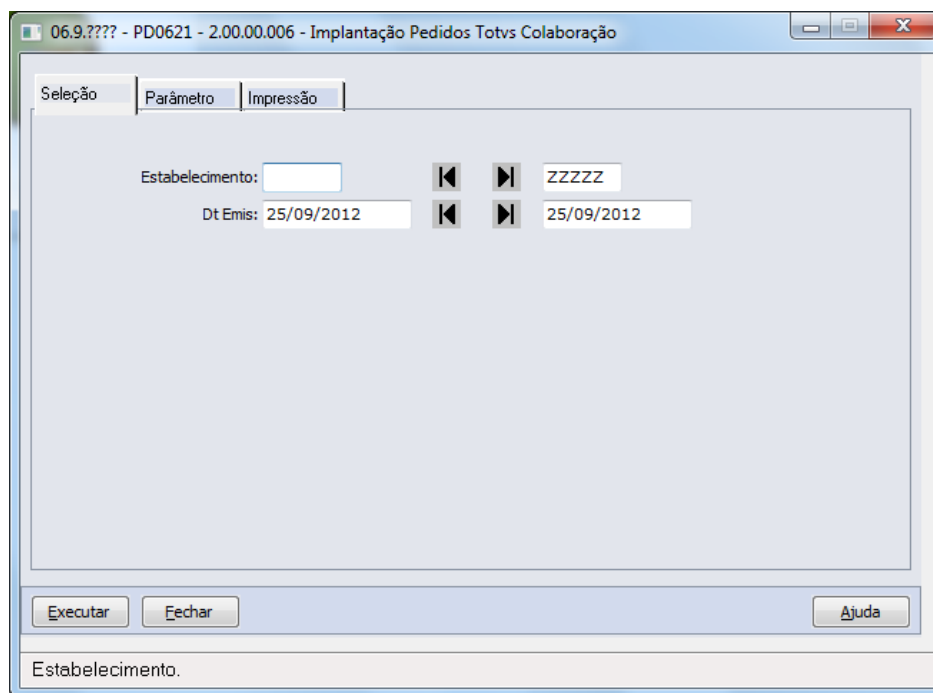

Figura 12 – Implantação Pedidos Totvs Colaboração
- Recebimento de pedido de venda (exclusivo para o papel de fornecedor) – Realiza a busca do pedido de compra enviado ao fornecedor usuário do ERP Datasul, via TOTVS Colaboração. Ao passar pelo Neogrid este pedido se transforma em pedido de venda e é disponibilizado para busca pelo TSS. O programa que faz a busca e implantação dos pedidos de venda, por estabelecimento e data de emissão do pedido, conforme figura 12.